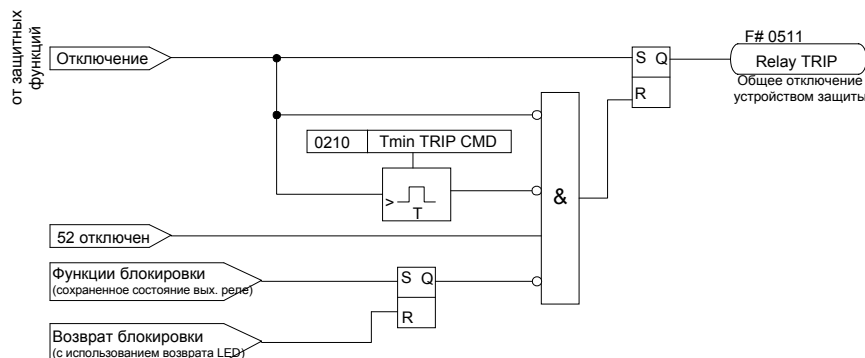

Рисунок 6-48 Формирование сигнала на отключение
- Все сигналы отключения от защитных функций содержат функцию общего отключения устройством 0511 Relay TRIP и действуют на запуск выдержки времени минимальной длительности сигнала отключения (устанавливается по адресу 0210 **Tmin TRIP CMD**, смотри Рисунок 6-48). Выдержка времени по адресу 0210 обеспечивает достаточное по величине время передачи сигнала на отключение в схему управления выключателем, даже в случае быстрого возврата сформировавшей его защитной функции. Сигнал на отключение снимается после истечения выдержки времени его минимальной длительности И возврата всех защитных функций.